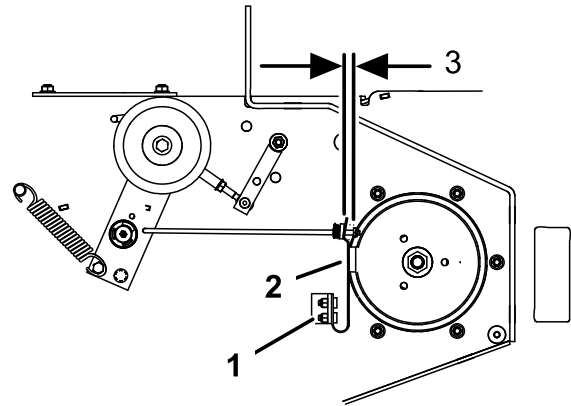

Figure 59
3. Le cas échéant, ajustez les boulons de fixation de ressort de sorte que la plaquette de frein de lame frotte contre les deux côtés de la gorge de la poulie (Figure 59).
4. Ajustez l'écrou à l'extrémité de la tige de frein jusqu'à ce que l'écrou et l'entretoise soient espacés de 3 à 5 mm (Figure 59).